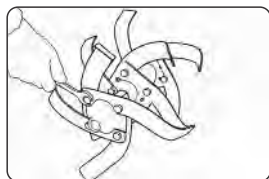

Рис.4
- Соберите фрезы (рис. 4). При сборке и установке обратите внимание на следующее: фрезы должны быть «правая» и «левая», и устанавливаться их нужно так, чтобы режущие кромки ножей входили в землю при движении мотоблока вперёд.